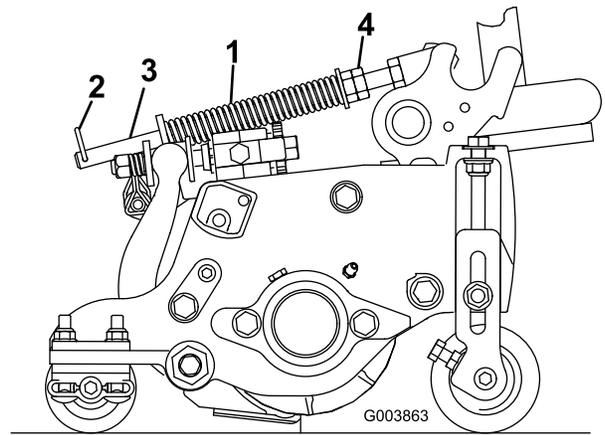

Figura 14
2. Serrate i dadi esagonali sul lato anteriore dell'asta della molla, finché la lunghezza compressa della molla non è di 15,9 cm (Figura 14).
La molla di compensazione del manto erboso (Figura 14) trasferisce inoltre il peso dal rullo anteriore a quello posteriore, per contribuire a ridurre l'ondulazione del manto erboso, detta anche fluttuazione o bobbing.
1. Verificate che la coppiglia sia montata nel foro posteriore dell'asta della molla (Figura 14).